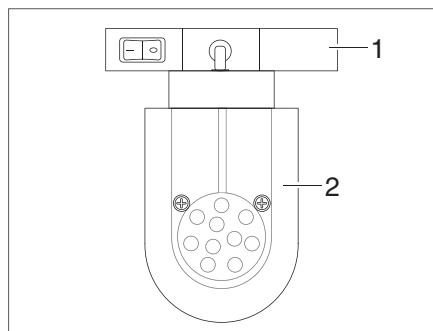

Bild 106 LED-Spotleuchte (Beispiel)
- Halterung (Bild 106,1) fassen und um 90° drehen.
- LED-Spotleuchte (Bild 106,2) aus Schienensystem entnehmen.
- LED-Spotleuchte (Bild 106,2) an gewünschter Position in das Schienensystem einsetzen und um 90° drehen.